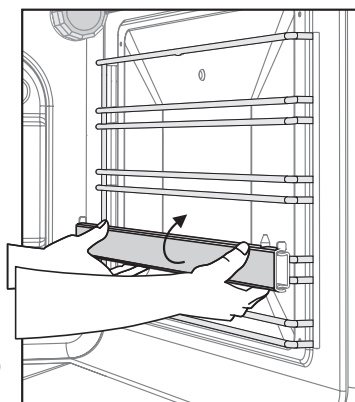

Рис.5
- Телескопические полки могут быть установлены на разной высоте, в зависимости от того, на каком уровне должно идти приготовление пищи. Чтобы переустановить телескопическую полку, необходимо отвести ее нижний край (рис. 5), а затем движением вниз снять с проволочных направляющих. Установка на другой уровень производится в обратной последовательности.